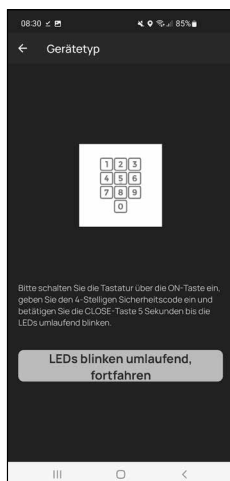

Fig. 7
- ⑧ Vous êtes prié de mettre le clavier en mode programmation (Fig. 7). Vous trouverez les instructions pour ce faire au chapitre « Mettre le clavier en mode programmation » en page 3. Dès que le clavier se trouve en mode programmation, ce qui est visible aux LED clignotant tout autour sur le clavier, appuyez dans l'application sur la touche « LED clignotant tout autour, continuer » (Fig. 7).